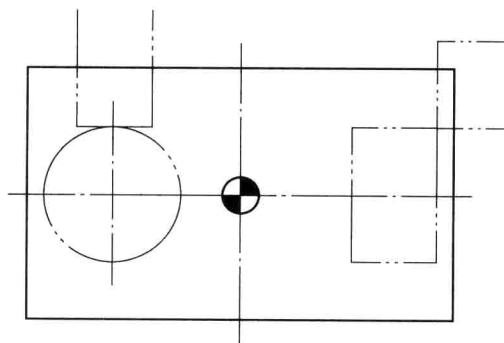

图 1-4 练习三编程轨迹
(1) 工艺条件 工件零点在工件上表面中心点，刀具采用 $\phi 16\text{mm}$ 高速钢铣刀。编程轨迹如图 1-4 所示。